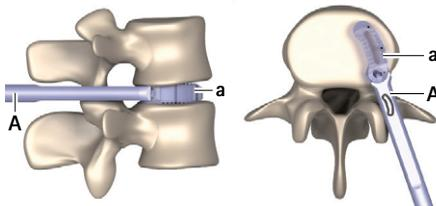

Rys. 9 Implant w podstawie do napełniania implantów
- ▶ Włożyć implant **a** do podstawki do napełniania implantów **E**, patrz Rys. 9. Zwrócić przy tym uwagę na długość implantu (napis na podstawce do napełniania implantów: L26/L30/L34).